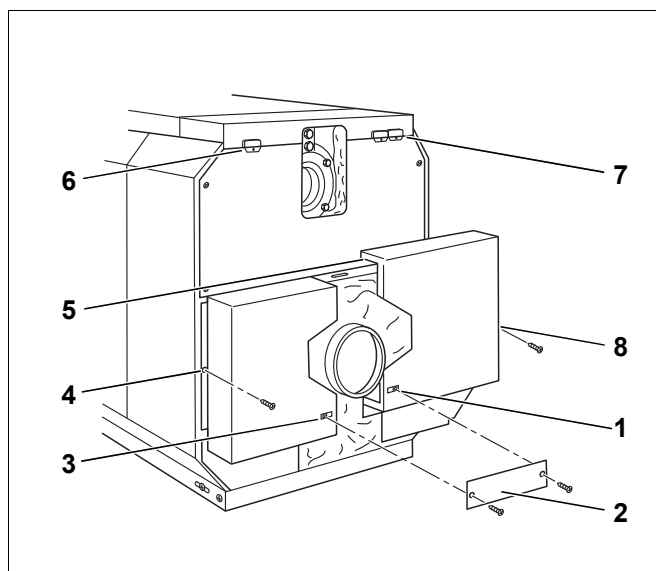

Рис. 56 Установка задних стенок котла
- ▶ Установите закладные гайки в правую и левую боковые стенки, а также в задние стенки котла (рис. 56, [1], [3], [4] и [8]).
- ▶ Установить нижние задние стенки котла слева и справа в шлицы отбортовки верхней задней стенки и боковой стенки (рис. 56, [5]).
- ▶ Закрепите саморезами соединительную планку (рис. 56, [2]) под патрубком дымовых газов на задних стенках котла.
- ▶ Закрепите кабельные вводы слева или справа на верхней задней стенке котла (рис. 56, [5] и [6]).